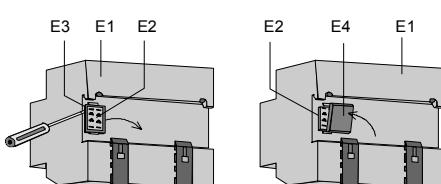

Bild 5 / Figure 5
Abnehmen der Fixierung: siehe Bild 5
Aufschlappen der Isolierkappe: siehe Bild 5
Removing the locating clamp: See figure 5
- Clipping on the insulation cap: See figure 5